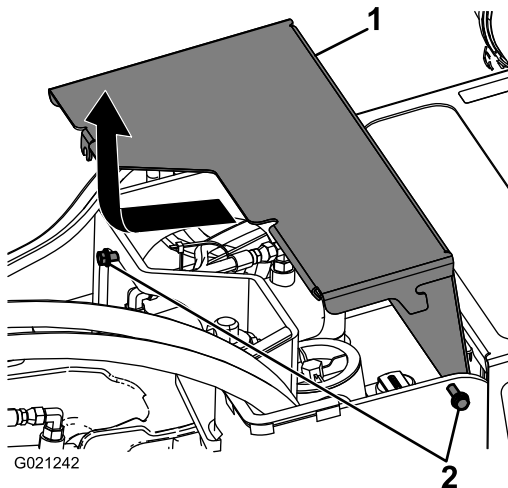

Figura 24
2. Desaperte os 2 parafusos que fixam a cobertura frontal à máquina (Figura 24).
3. Deslize a cobertura ligeiramente para a frente e levante para retirar a cobertura (Figura 24).
2. Faça deslizar a cobertura frontal para o lugar e aperte os 2 parafusos que a prendem à máquina (Figura 24).
2. Desaperte os 2 parafusos que fixam o resguardo inferior sequencialmente, até o resguardo ficar livre (Figura 24).